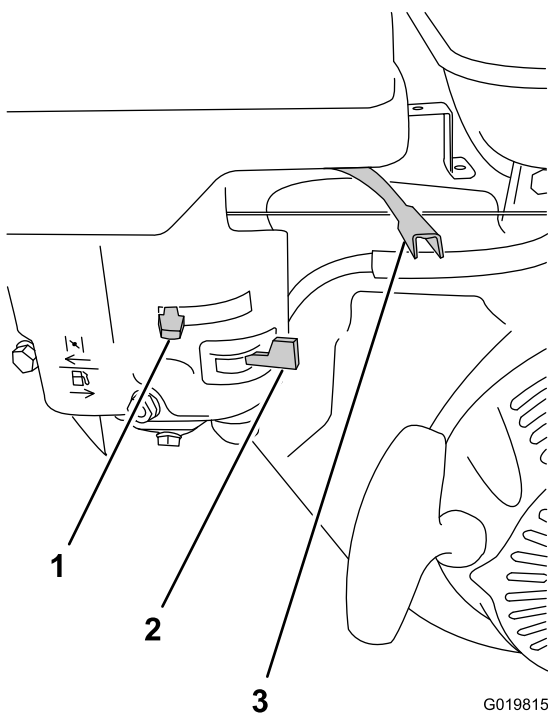

Figura 36
2. En el motor, mueva la palanca del acelerador de la distancia entre la posición MIN y la posición MAX (Figura 36).
3. Mueva la palanca de la válvula de combustible a la posición de ABIERTO, totalmente hacia la derecha (Figura 36).
- Para arrancar un motor frío, mueva la palanca del estarter a la izquierda, a la posición de totalmente CERRADO (Figura 36).
1. Mueva la palanca del acelerador a la posición de LENTO (tortuga) (Figura 36).
3. Mueva la válvula de combustible a la posición de CERRADO (Figura 36) y gire el interruptor de Encendido/Apagado del motor a la posición de APAGADO.